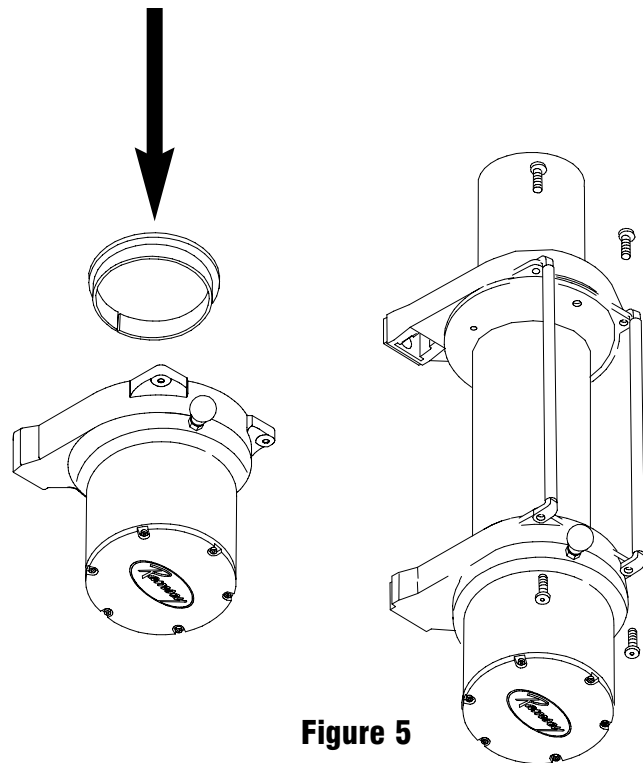

Figure 5
11. Retourner le logement de l'engrenage et le déposer sur l'établi, en mettant le couvercle vers le bas (figure 5).